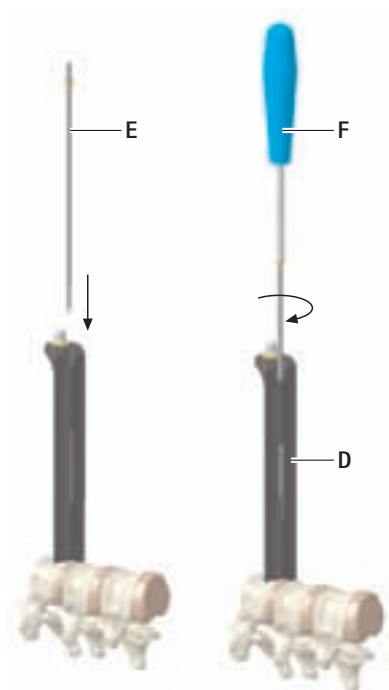

Fig. 1
- Insérer la vis de fixation **E** dans la valve **D** et serrer, voir Fig. 1.